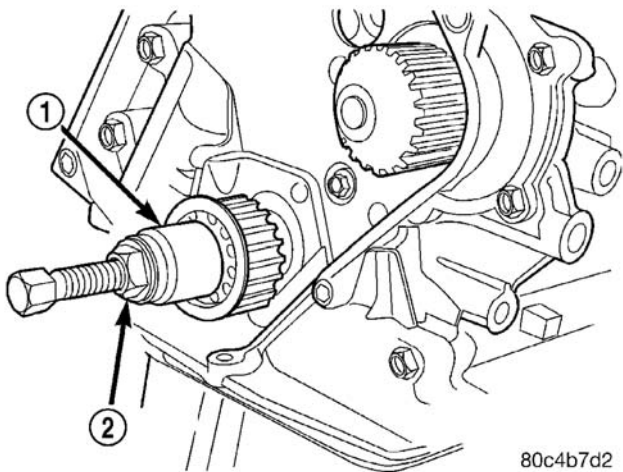

图 102 曲轴链轮-安装
(7) 用专用工具 6792 安装曲轴链轮(图 102)
(8) 安装油泵吸油管。
(9) 安装机油盘。(参见 9-发动机/润滑/机油盘-安装)
(10) 安装正时皮带后盖。(参见 9-发动机/气门正时/正时皮带/正时链盖-安装)
(11) 安装正时皮带。(参见 9-发动机/气门正时/正时皮带/链和链轮-安装)